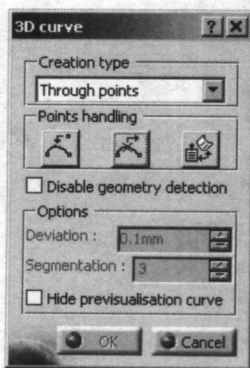

图 1-3
(1) 在 Curve Creation 工具栏中单击“空间曲线”功能按钮^②,弹出如图1-3所示的3D curve 对话框。